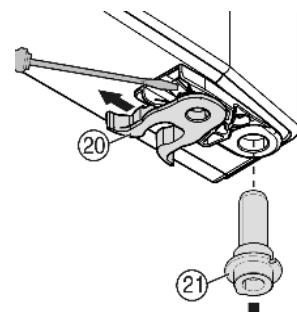

Fig. 9
- переставить пружинный зажим Fig. 9 (20): Нажмите вниз язычок защелки, снимите с него пружинный зажим.
- Извлеките опорный палец Fig. 9 (21) из втулки двери и вставьте вместе с шайбами на противоположную сторону. Язычок защелки должен быть направлен к внутренней стороне двери, паз — к внешней стороне.
- ▶ Поверните нижнюю часть двери и вставьте опорный палец Fig. 9 (21) в опорный кронштейн. При необходимости покрутите опорный палец, чтобы он смог заскочить.